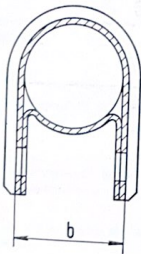

Fig. 6.3.—Fijación del amortiguador.
- Medir la distancia b (fig. 6.3) de fijación del amortiguador.